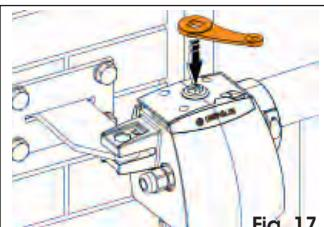

Fig. 17
2. Introduire la clé de manœuvre dans son logement situé dans la partie supérieure de l'opérateur (Fig. 17).